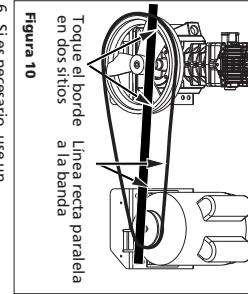

Figura 10
4. Para alinear la banda, coloque un objeto recto entre dos puntos del volante (Vea la Figura 10).
5. Ajuste el volante o la polea del motor de modo que las bandas estén paralelas al objeto recto de referencia (Vea la Figura 10).
volante (Vea la Figura 10).